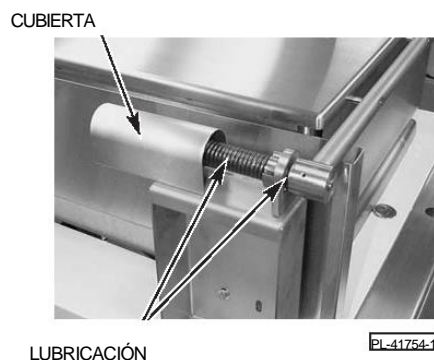

Fig. 7
2. Quite la cubierta haciendo palanca y levantándola (Fig. 7).